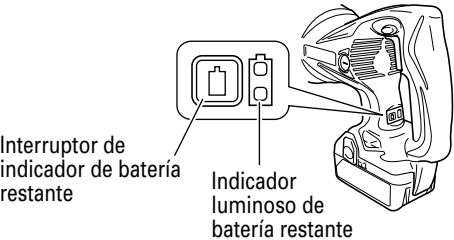

Fig. 31
- Al pulsar el interruptor del indicador de batería restante, se ilumina el indicador luminoso de batería restante y puede comprobarse la potencia restante. (Fig. 31)